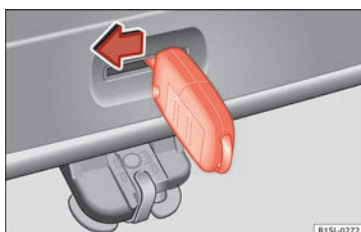

Fig. 7 Dal bagagliaio: sbloccaggio di emergenza del portellone posteriore.
- Inserire l'ingegno della chiave nell'apertura del portellone posteriore » fig. 7 e premere